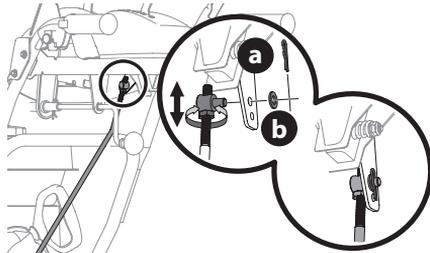

Figure 56
- Retirez la goupille fendue (a) et la rondelle (b) de la virole de réglage sur la tige du levier de vitesse. Retirez la tige du levier de vitesse. Voir Figure 56.